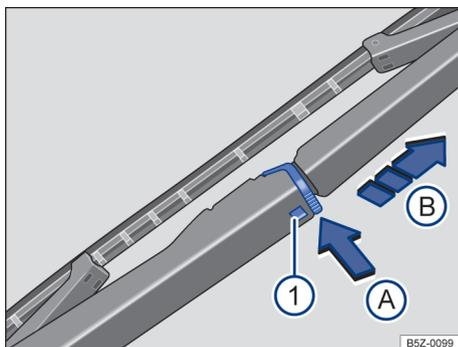

Fig. 122 Substituir a palheta do limpador do vidro traseiro.
- Manter o botão de destravamento → Fig. 122 ❶ pressionado.
- Pressionar a trava da palheta do limpador do vidro traseiro → Fig. 122, no sentido da seta (A).
- Puxar a palheta do limpador do vidro traseiro → Fig. 122, no sentido da seta (B).
- Introduzir a nova palheta do limpador do vidro traseiro **de mesmo tamanho e modelo** no braço do limpador do vidro traseiro no sentido contrário da seta → Fig. 122 (B) até que ela se trave.